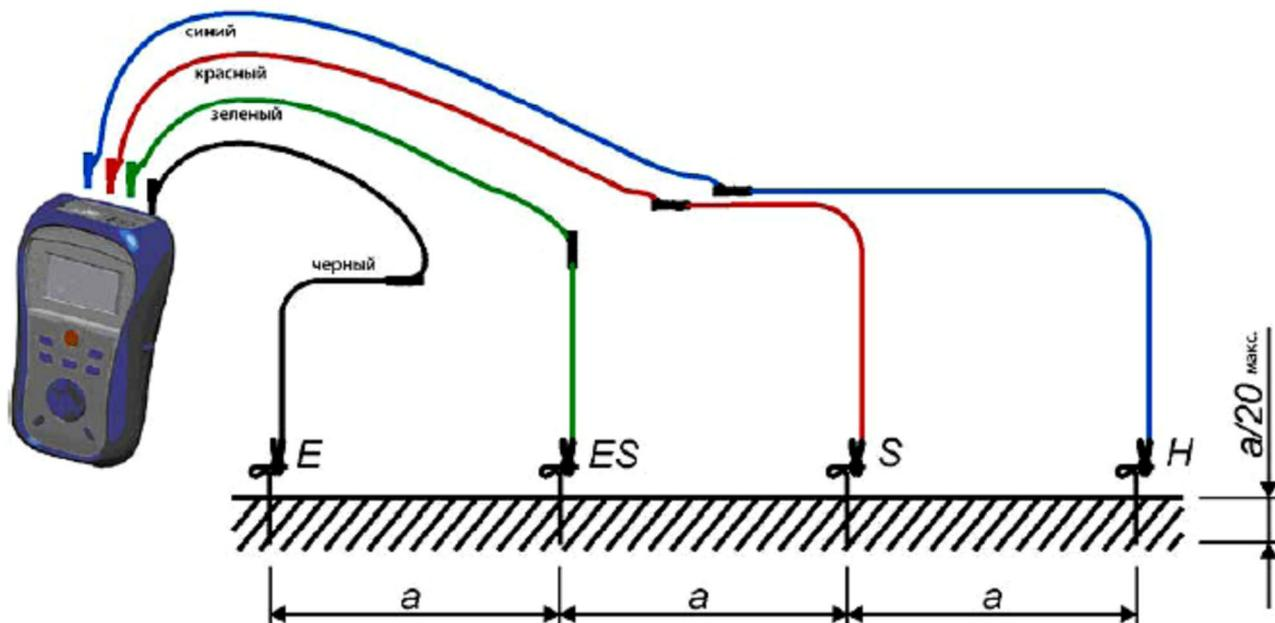

Рисунок 5.9: Измерение удельного сопротивления грунта
- **Подключите** измерительные принадлежности к объекту измерений (см. рисунок 5.9).